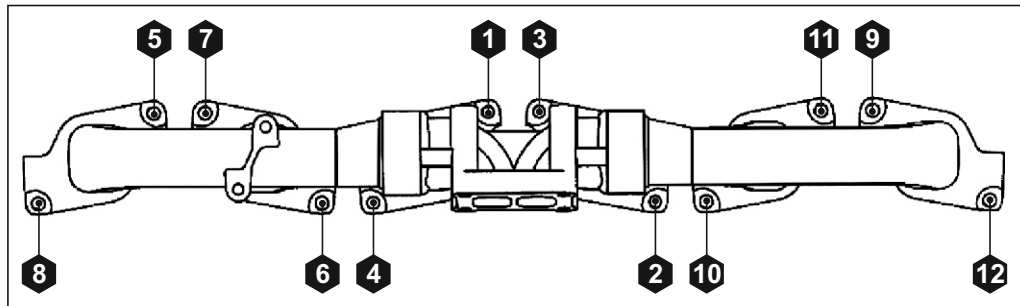

Рис. 134. Порядок затяжки болтов выпускного коллектора.
6. Болты крепления коллектора выпускного предварительно затянуть моментом  $20 \pm 4$  Нм и окончательно затянуть моментом  $40 \pm 8$  Нм. Затяжку болтов производить по порядку в соответствии с **Рис. 134**.